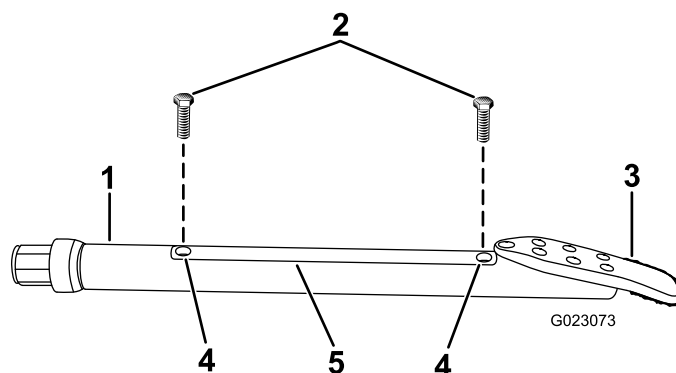

Figure 73
2. Desserrez les vis qui fixent le couvercle du porte-sonde au porte-sonde et déposez le couvercle (Figure 73).
4. Reposez le couvercle du porte-sonde et fixez-le au moyen des vis (Figure 73).